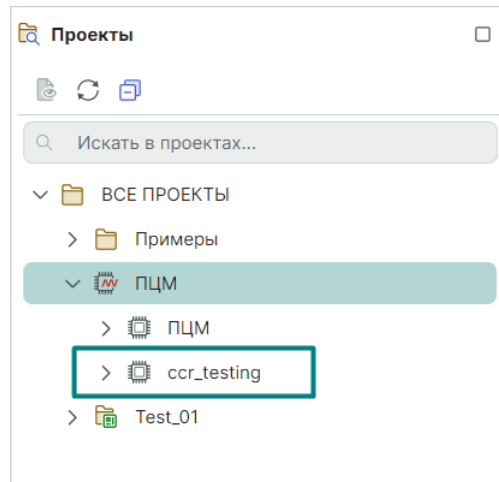

Рис. 20 Результат импортирования HDL-проекта
8. В результате импорта HDL-проекта в иерархии выбранного цифрового проекта моделирования отображается HDL-проект, см. Рис. 20.